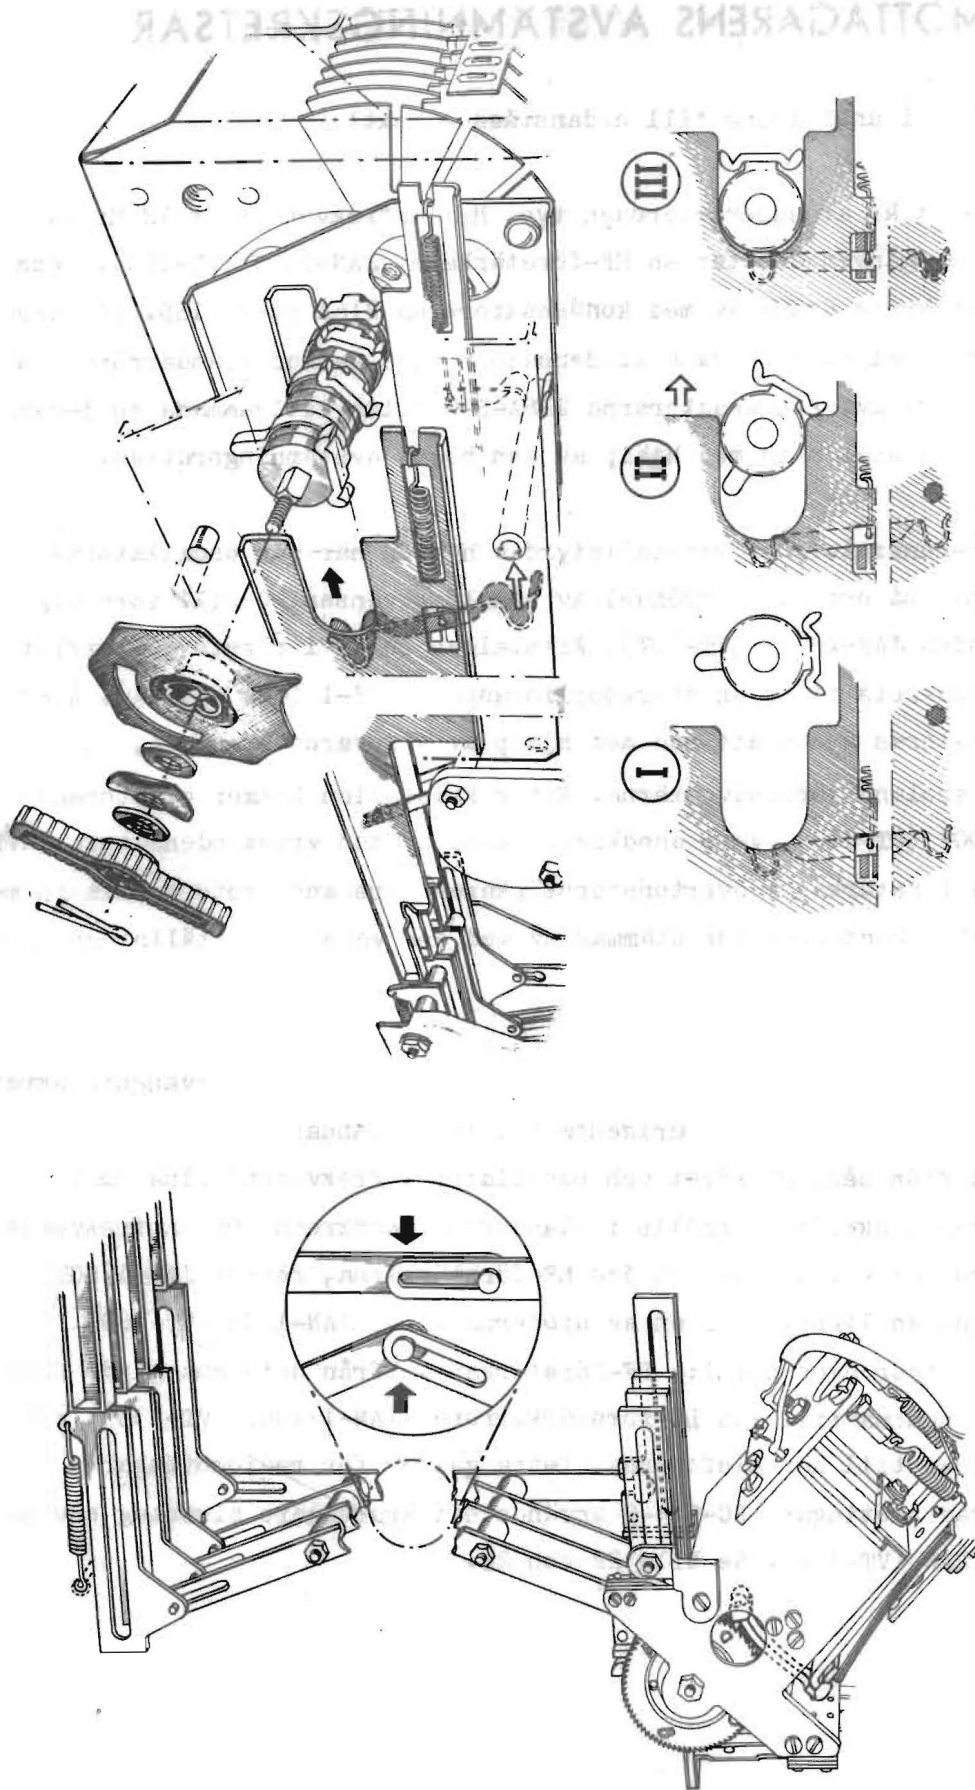

Bild 27. Frekvensväxlingsmekanismen
- Bild 27. Frekvensväxlingsmekanismen
Studera bild 27 i anslutning till nedanstående text!
Stegrelämotorn består av en elektromagnet, vars ankare påverkar en steghake. Då knappen A, B, C eller D på manöverapparaten trycks in sluts strömmen till elektromagneten. Därvid attraheras ankaret, som då för fram steghaken till ingrepp i det tändade rasterhjulet. I samma ögonblick bryts emellertid strömmen och ankaret dras tillbaka av ankarfjädern. Steghaken matar då fram rasterhjulet en kugg. Sedan sluts strömmen på nytt och hjulet roterar tills en manöverarm bryter strömmen till ankaret. Då först stannar stegrelämotorn. Det finns fyra manöverarmar, som äro placerade på 90° mellanrum runt omkretsen. Armarna äro förskjutna även i höjddled så att varje arm kan påverka sin lägesströmbrytare. Då hävarmarna röra sig tvinga de sändarens och mottagarens manöverslidor åt höger. Dessa skjuta i sin tur växlingsliderna i resp apparater åt höger varvid den på förhand inställda kampsparren låses. När den verksamma manöversliden skjuter växlingsliden åt höger gör den senare ingrepp i motsvarande kampspar på kondensatoraxeln och tvingar den T-formade kampsparren att vrida sig så, att den slutligen intar det läge, som framgår av bild 27 (läge III). Lägesspärregaffeln omsluter nu själva spärrfingret. Härigenom låses spärrkamskivan och därmed kondensatoraxeln i det inställda läget. Det finns fyra sådana anordningar, en för varje kanal.